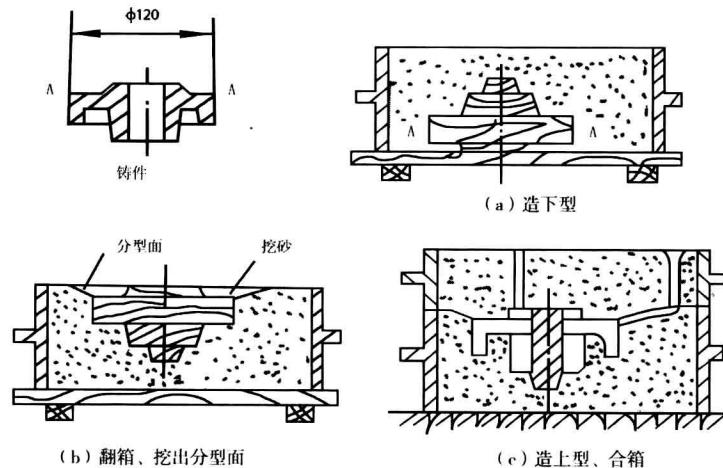

图 2-3 挖砂造型过程
(3) 挖砂造型如图 2-3 所示, 是一个皮带轮工件的挖砂造型操作步骤。